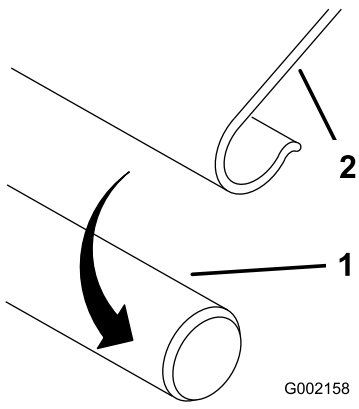

Figure 5
2. Enclenchez les bords recourbés sur les tiges de l'armature (Figure 5).